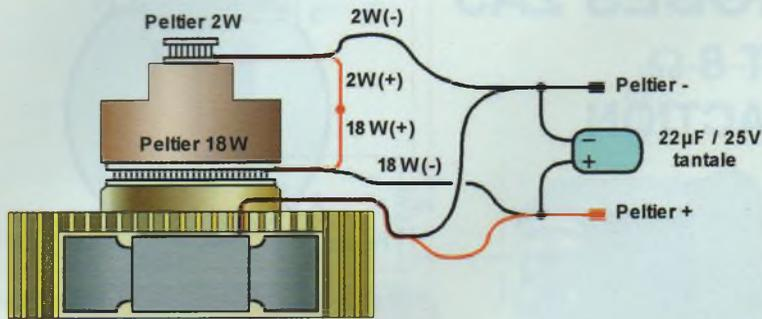

Figure 21
Précisons préalablement que les premiers essais d'acquisitions d'images devraient être effectués hors boîtier, avec un câblage volant entre le circuit imprimé de la tête CCD et son connecteur SUB15HD Mâle dont le brochage est indiqué en figure 20. Ainsi, en cas de problème, le dépannage du circuit serait plus facile. Nous y reviendrons d'ailleurs dans un prochain article. Notez que certaines broches sont reliées ensemble sur le connecteur. Autre détail important : utilisez impérativement un câble fin et très souple, comme par exemple du câble en nappe de type informatique dont les brins sont accolés au pas de 1,27 mm. En effet, la totalité des câbles doit pouvoir passer par le dégagement prévu sur le circuit imprimé, y compris ceux du ventilateur et du module Peltier de 18 W (photo 6). Vous avez certainement remarqué sur le connecteur la présence de deux broches destinées à l'alimentation du ventilateur et des modules à effet Peltier (broches Peltier+ et Peltier-). Le plan de câblage de ces éléments est précisé en figure 21. Les modules Peltier sont à placer en série alors que le ventilateur est câblé en parallèle sur les broches du connecteur. Faites bien attention au montage des modules à effet Peltier : les faces en céramique qui reçoivent les fils d'alimentation doivent être placées contre le doigt caloripporteur. Ensuite, les deux fils rouges sont impérativement à relier ensemble, et il faut relier les fils noirs des modules comme indiqué sur l'illustration. Pour finir, un condensateur au tantale de 22 µF / 25 V est à souder en parallèle avec les broches Peltier+ et Peltier-. Ce condensateur, d'une efficacité redoutable, élimine les parasites générés par la rotation du ventilateur.
8. Mettre en place le module Peltier de 2 W avec de la graisse silicone en orientant ses fils d'alimentation vers **IC5**. Procéder ensuite au câblage des modules Peltier et du ventilateur conformément à la **figure 21**. Les zones non isolées devraient être protégées par de la gaine thermorétractable.